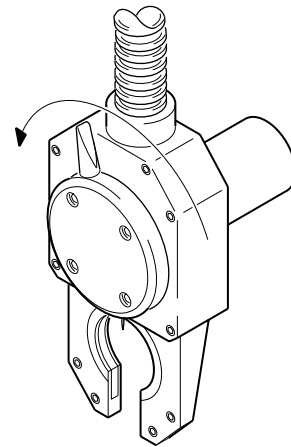

図 21：ロッキング・レバーを外す
1. ウェルド・ヘッドのロッキング・レバーを反時計回りにまわします（止まるまで）。図 21 をご参照ください。